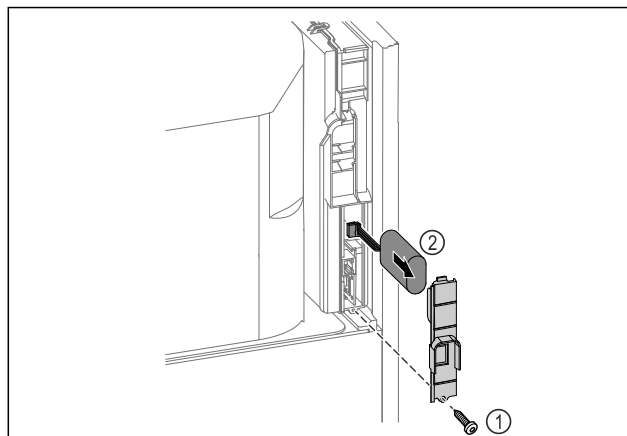

Fig. 219
- ▶ Vyskrutkujte skrutku a odstráňte kryt na zadnej strane zariadenia Fig. 219 (1).
- ▶ Odpojte a vyberte batériu Fig. 219 (2).